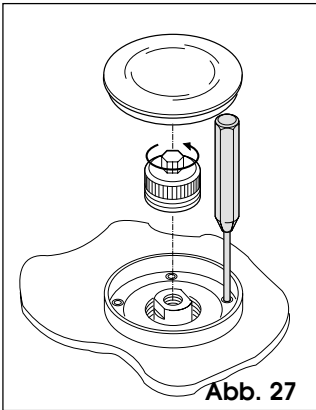

Abb. 27
- 2) Die Schutzabdeckung von der Öffnung abnehmen und den Stopfen der Einstellschraube der Kupplung gemäß Abb.27